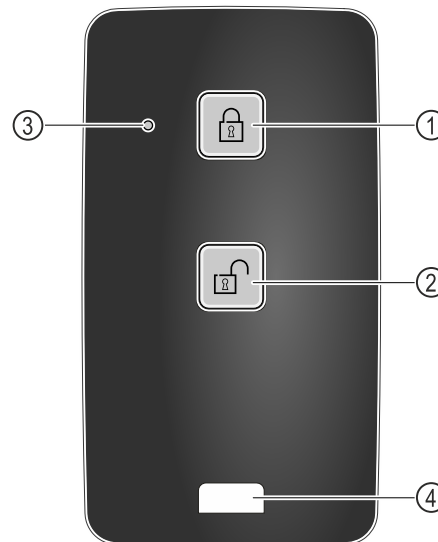

Fig. 216
- (1) Schloss verriegeln
- (2) Schloss entriegeln
- (3) Status LED
- (4) Befestigungsöse
- ▶ Taste Fig. 216 (1) auf der Fernbedienung drücken.
- ▶ Taste Fig. 216 (2) auf der Fernbedienung drücken.
- ▶ Status-LED Fig. 216 (3) gibt bei Tastendruck eine optische Rückmeldung.
- ▶ Öse Fig. 216 (4) zur Befestigung der Fernbedienung, zum Beispiel an einem Schlüsselbund.